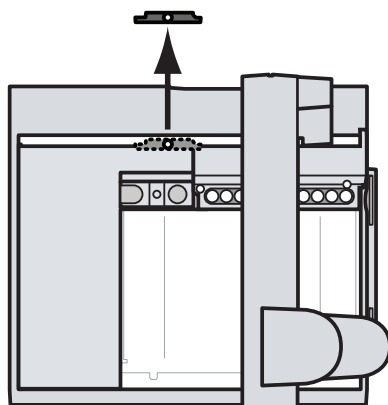

Figura 9 Extracción de las dos piezas de la abrazadera de transporte de plástico
- 6 Extraiga las dos piezas de la abrazadera de transporte de plástico de la bandeja de muestras y deséchelas (Figura 9)